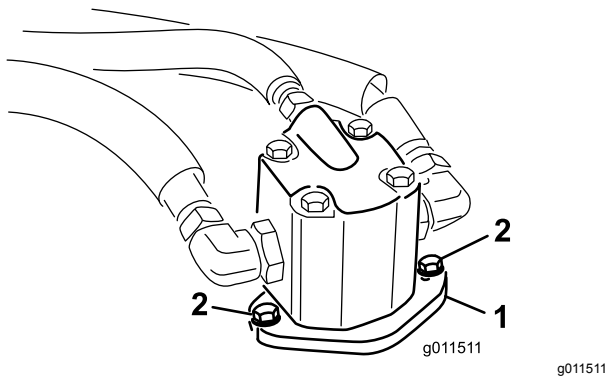

Bild 1
3. Entfernen Sie die Schrauben, mit denen die Hydraulikmotoren am Mähwerk befestigt ist (**Bild 1**).